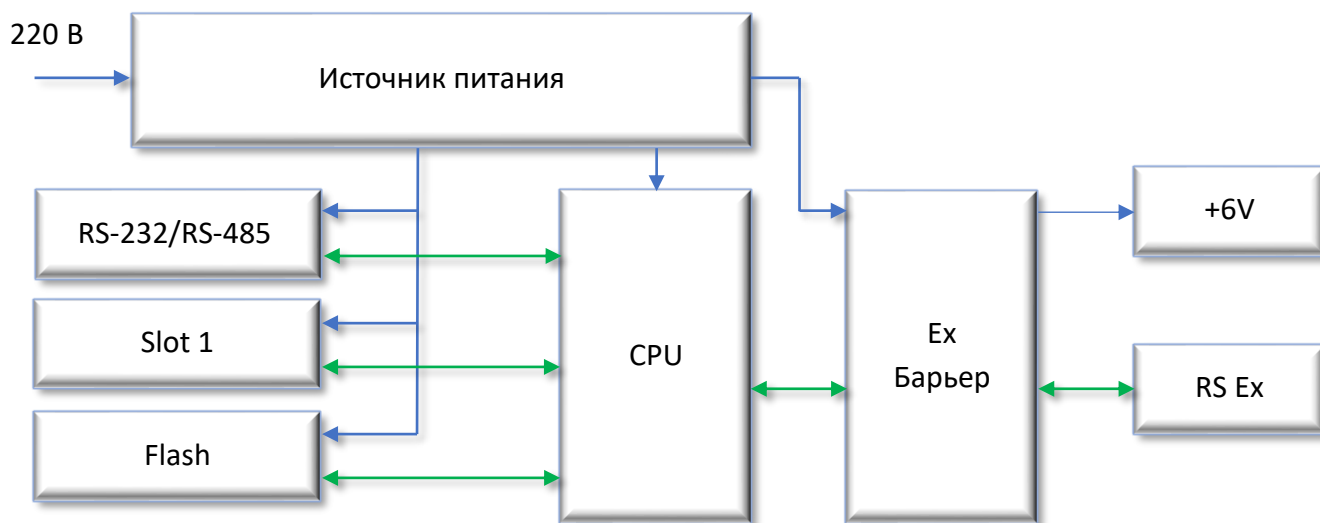

Рисунок 4
*Конструкцией модуля МТЭК предусмотрены специальные крепежные площадки на плате прибора (см. рисунок 4). Каждый кабель необходимо зафиксировать в кабельном вводе, а также нейлоновой стяжкой на специальной площадке на печатной плате.*